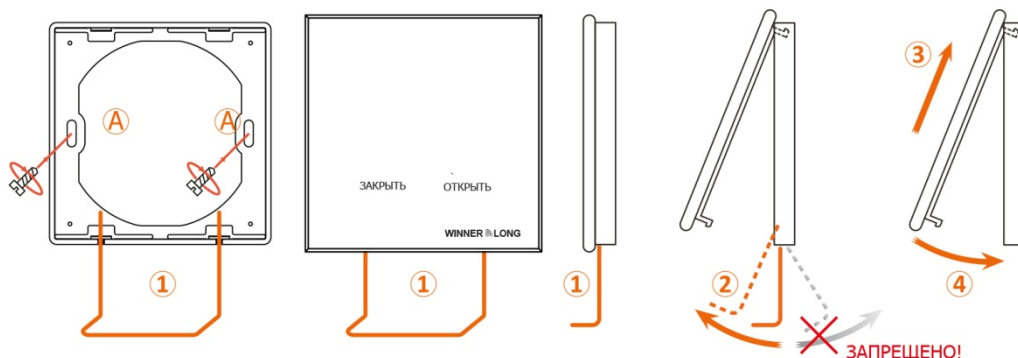

Рис. 1.
- Закрепите на стене специальную пластиковую рамку с помощью двух саморезов в отверстия (А) или приклейте ее на ровную поверхность с помощью двухстороннего скотча (входит в комплект) (см. рис. 1). **ВНИМАНИЕ!** Монтировать рамку к стене нужно так, чтобы прорезы на рамке были направлены вниз.
- Установка радиопульты: вставьте корпус радиопульты в специальную пластиковую рамку (3). Нажмите на радиопульт до щелчка.
- Для снятия радиопульты вам понадобится специальная П-образная скоба (входит в комплект), которую нужно вставить в специальные отверстия (1) на нижней стороне корпуса панели. Аккуратно потянув скобу на себя (2), отщелкните (отожмите) пластиковые защелки, затем снимите радиопульт (4).